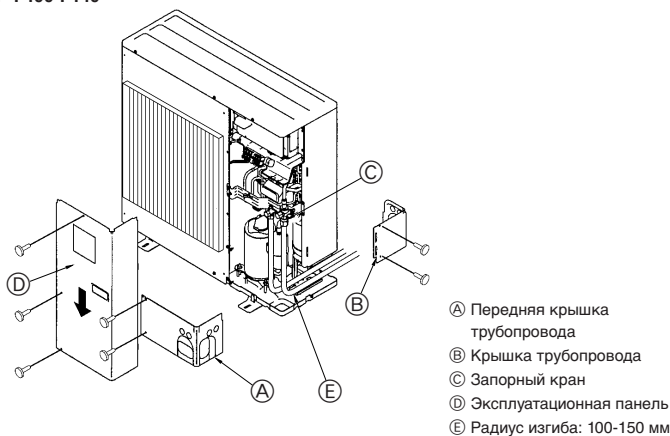

Fig. 4-3
4.3. Прокладка труб хладагента (Fig. 4-3)
- Снимите эксплуатационную панель (D) (три винта), а также переднюю крышку трубопровода (A) (два винта) и заднюю крышку трубопровода (B) (два винта).